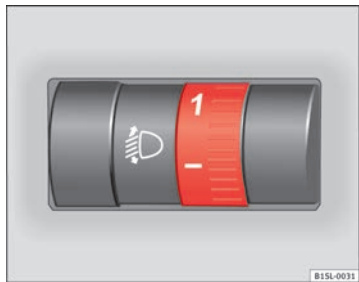

Abb. 57 Neben dem Lenkrad: Regler für die Leuchtweitenregulierung.
Die Leuchtweitenregulierung ⇒ Abb. 57 passt je nach Einstellwert die Lichtkegel der Scheinwerfer stufenlos dem Beladungszustand des Fahrzeugs an. Dadurch hat der Fahrer bestmögliche Sichtverhältnisse und der Gegenverkehr wird nicht geblendet ⇒ ⚠.
**Zum Einstellen Regler ⇒ Abb. 57 drehen:**